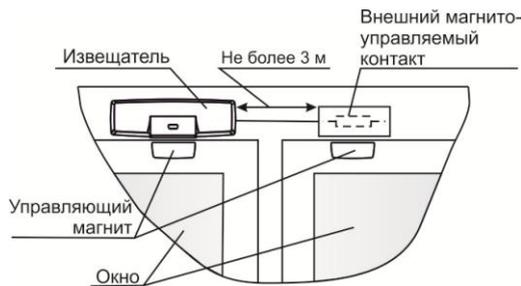

Рисунок 4
**8.1.3** Вариант размещения извещателя на окне (рисунок 4).